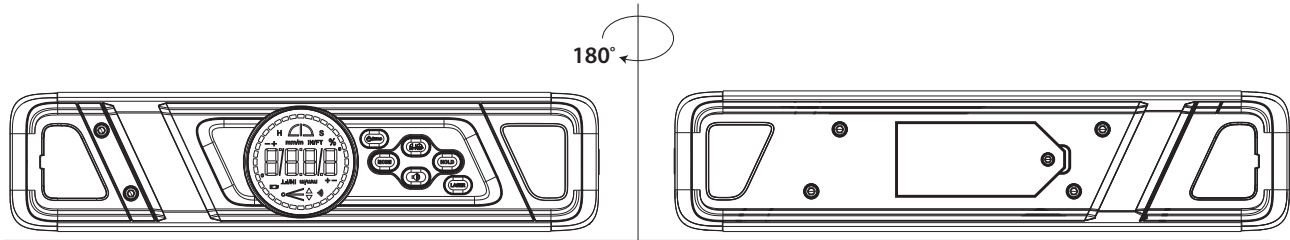

Abbildung 3
- Drücken Sie (1), um das Gerät auszuschalten. Legen Sie das Gerät auf eine ebene Unterlage. Halten Sie (3) gedrückt und drücken Sie dann (1), bis CAL1 auf dem Display (8) erscheint.
- Drücken Sie (3), ohne das Gerät zu bewegen. CAL1 beginnt zu blinken und wechselt dann zu CAL2.
- Drehen Sie das Gerät um 180° und drücken Sie dann (3). CAL2 beginnt zu blinken. Wenn CAL2 zu CAL3 wechselt, ist die horizontale Kalibrierung abgeschlossen (Abb. 3).
- Pulse (1) para apagar el dispositivo. Coloque el dispositivo sobre una superficie plana. Mantenga pulsado (3) y, a continuación, pulse (1) hasta que aparezca **CAL1** en la pantalla (8).
- Sin mover el dispositivo, pulse (3). **CAL1** empieza a parpadear y luego cambia a **CAL2**.
- Gire el dispositivo 180° y pulse (3). **CAL2** empieza a parpadear. Cuando **CAL2** cambia a **CAL3**, la calibración horizontal está completa (Fig. 3).